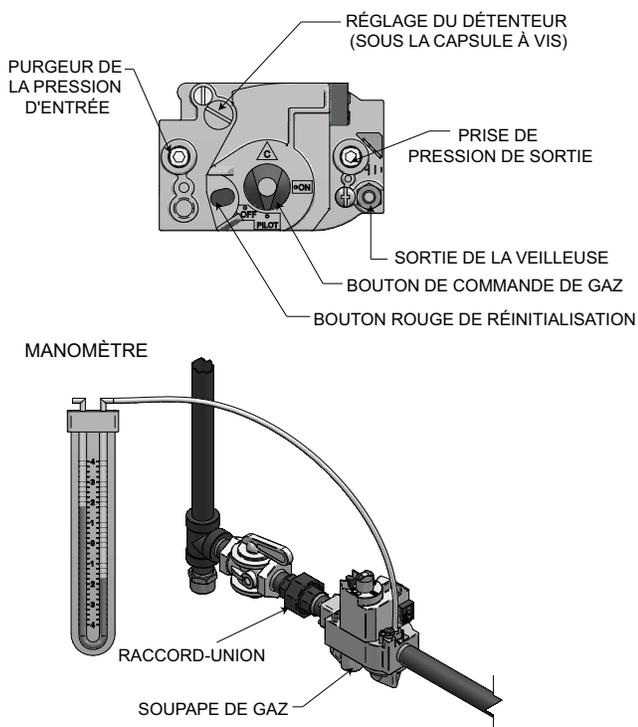

Figure 3-3_Réglage de pression de la rampe d'alimentation
3. Enlevez le bouchon fileté à six pans de 1/8 pouce situé sur le côté extérieur de la vanne de gaz et posez un raccord adéquat pour connecter à un manomètre ou à un manomètre différentiel. Voir Fig. 3-3. La plage minimale de l'échelle doit varier jusqu'à 5 po (12,5 cm) c.e. pour les modèles de gaz naturel et 10 po (25 cm) c.e. pour les modèles de gaz de pétrole liquéfié.
5. Enlevez la vis de réglage de la pression du détendeur sur la vanne de gaz. Voir Fig. 3-3 pour l'emplacement.
5. Enlevez le bouchon fileté à six pans de 1/8 pouce, situé du côté « admission » de la vanne de gaz et installez un raccord adéquat pour connecter au manomètre ou à un manomètre différentiel. Sur deux modèles de vanne de gaz, enlevez le bouchon fileté à six pans de la vanne de gaz la plus proche de la connexion d'alimentation en gaz. La plage de l'échelle doit être de 14 pouces c.e. ou plus pour vérifier la pression d'admission. Voir les figures 3-3 et 3-4, pour l'emplacement.